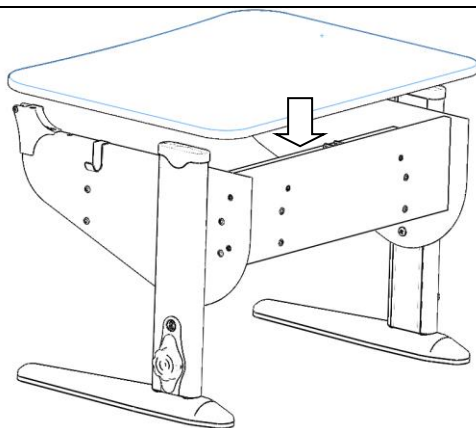

Рис. 14
5.6 Установка столешницы на основание стола. См. рис. 14, 14а.
5.6.1 На основание стола (сборка по п.5.4.2) положить сверху столешницу (сборка по п.5.5.2) так, чтобы выступы верхних частей шарниров входили в пазы нижних частей шарниров, а оси отверстий совпадали, см. рис.14.
Рис. 14а